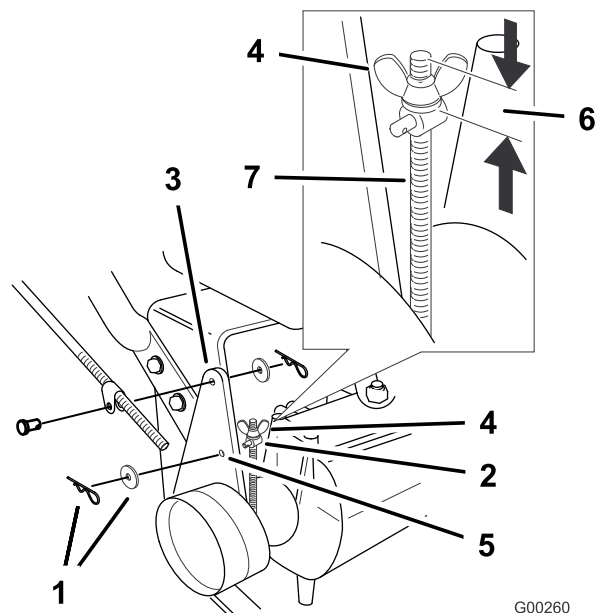

Figura 41
Nota: Para o ajuste inicial, ajuste a porca de orelhas até que fique a 32 mm da parte superior da barra (Figura 41).
6. Para ajustar o travão, retire o perno de gancho e anilha da alavanca do travão e eixo (Figura 41).
9. Instale o suporte no eixo F (Figura 41).
10. Prenda o eixo na alavanca do travão com a anilha e perno de gancho (Figura 41).